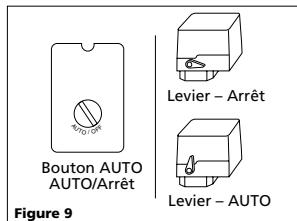

Figure 9
4. Tournez le levier ou le bouton du manostat à la position AUTO et faites fonctionner l'appareil pendant 30 minutes pour roder les pièces de la pompe (reportez-vous à la figure 9).